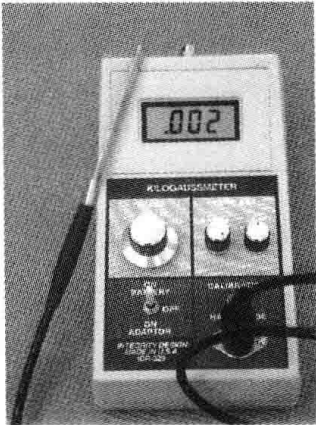

图 7-5 直流高斯计 (LessEMF 公司配制的集成型 IDR-329)
高斯 虽然特斯拉 (T) 是 SI 单位制的磁通密度单位，但是 CGS (厘米-克-秒) 单位制中却使用高斯 (G) 的单位 ($10^4 \text{G} = 1\text{T}$)。实际用于测量磁通密度的仪器是高斯计，典型的高斯计如图 7-5 所示。这种特殊的高斯计是一种四量程便携式仪器，可以测量像地球磁场一样的弱磁场 (约 0.5G，但根据位置的不同而有所变化)，也可以测量像 MRI (核磁共振成像，约 10 000 G) 那样的强磁场。高斯仍然是广泛使用的单位，所以高斯和特斯拉我们都应该熟悉。